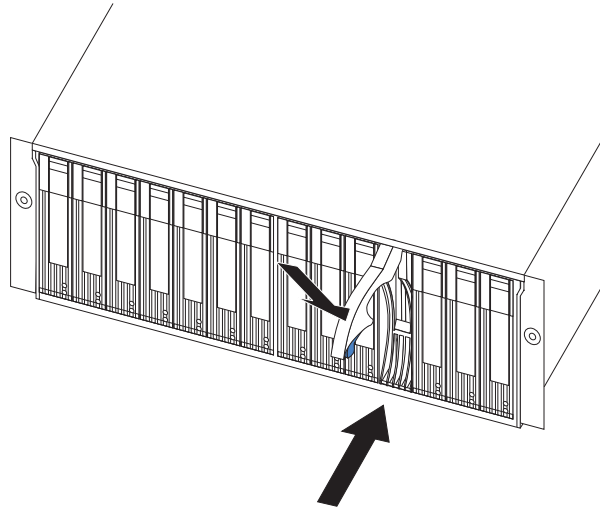

Figura 14. Sustitución de unidades de disco duro de intercambio dinámico
2. Presione el asa de la bandeja hasta la posición cerrada (pestillo cerrado), tal como se muestra en la Figura 14.